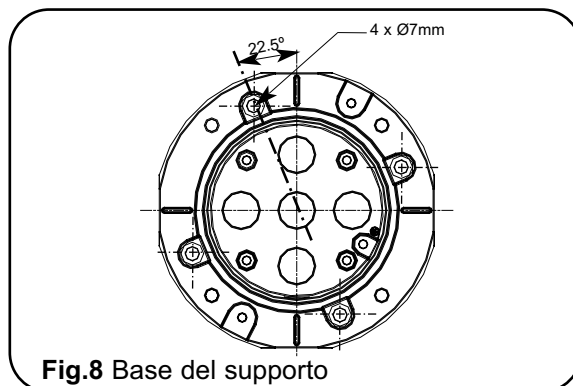

Fig.8 Base del supporto
A. Togliere la base del supporto svitando i fissaggi esterni, in seguito preparare il muro per il montaggio, segnando e forando 4 fori Ø7 servendosi della base del supporto come modello, come mostrato sopra. Per aiutare nell'orientamento, sono forniti dei piani sulle 4 assi, che consentono di utilizzare una livella ad acqua per l'allineamento. (**Fig 8**) (utilizzare degli occhiali protettivi quando si fora)